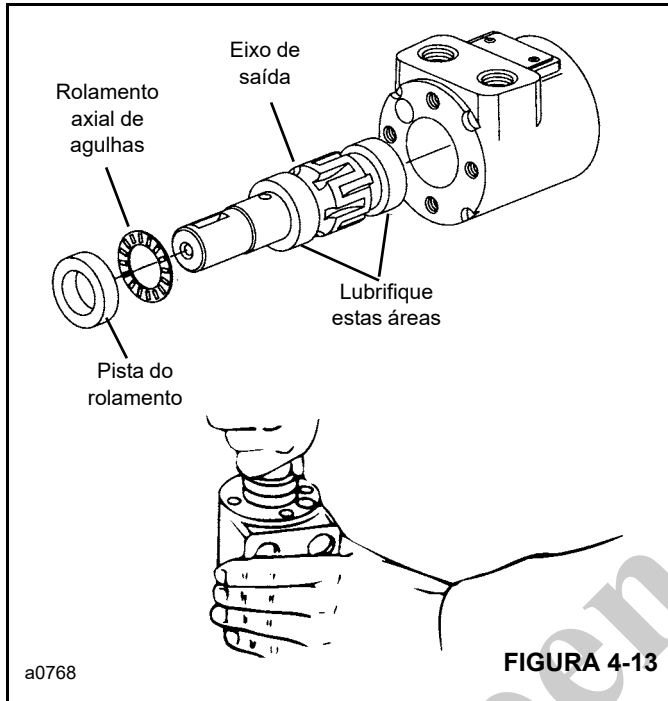

FIGURA 4-13
3. Instale o rolamento axial de agulhas (8) e, em seguida, a pista de rolamento (7) no eixo (9). Puxe o eixo parcialmente para fora da carcaça. Empurre juntas todas as três peças na carcaça (10, Figura 4-13). A pista de rolamento deve girar livremente quando estiver na posição correta.